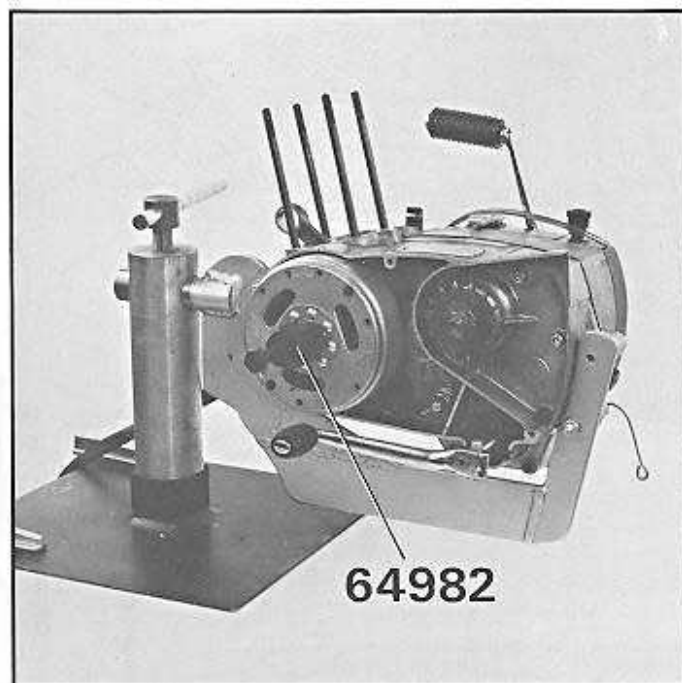

Fig. 22
- Dévisser, sans la retirer, la vis de poussée de l'arrache-volant n° 64982 (T0048564), puis mettre en place cet outil en le vissant à fond sur le rotor (fig. 22).